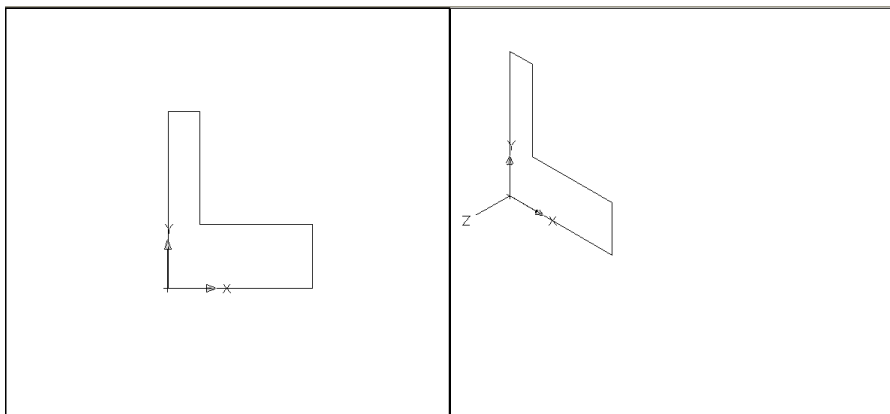

Рис. 11.18
7. Запускаємо команду PLINE для побудови полілінії від точки (0, 0) до точки (225, 0), далі до 225, 100; 50, 100; 50, 275; 0, 275 і замикаємо її (рис. 11.18).